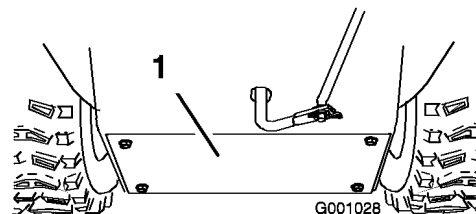

Figura 52
- Togliete il carter posteriore (Figura 52).